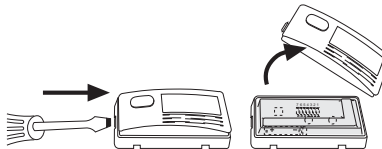
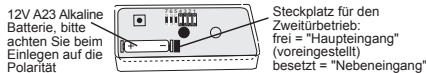

Abb.5
Abb.10
- Achten Sie bei der Montage der Bodenplatte auf ausreichenden Freiraum auf der linken Seite des Klingeltasters, um später das Gehäuse wieder öffnen zu können (Abb.5)!
Wenn Sie eine alte Batterie austauschen möchten, öffnen Sie bitte wie in den Abb. 5, 6, 7 und 9 beschrieben das Gehäuse und den Kunststoff-Blister der Sendeeinheit. Tauschen Sie die Batterie aus und achten Sie beim Einlegen auf die richtige Polarität (Abb.10). Bitte entsorgen Sie Ihre alte Batterie umweltfreundlich.
Nutzen Sie dazu auf der Sendeeinheit des Funk-Klingeltasters den Steckplatz Nr. 8 neben der Batteriehalterung (Abb. 10). Ist der Steckplatz frei, spielt der Gong die von Ihnen gewählte Melodie ("Haupteingang"). Ist der Steckplatz Nr. 8 besetzt, ist ein einfaches "Bim" zu hören ("Nebeneingang"). Für das Funk-Gong-Set 4152-1 wurde die Option "Haupteingang" werkseitig voreingestellt.